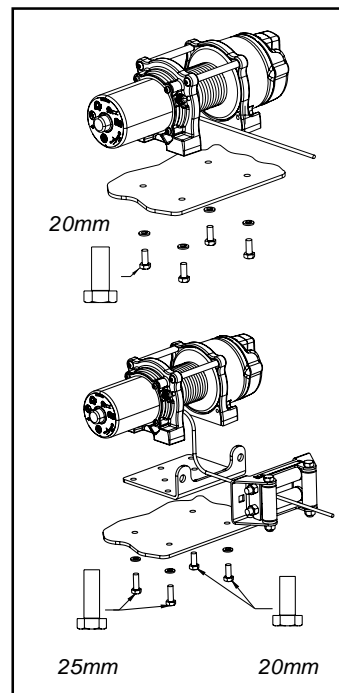

Figura 4: Orientación del cabrestante a la placa de montaje.
- Tornillos de cabeza hexagonal M8-1,25 X 20 mm, de calibre 8 cuando se use una placa de montaje para el cabrestante de una sola pieza. **Nota:** Si se va usar placas de montaje de cabrestante separadas y para la guía, use tornillos de cabeza hexagonal M8-1,25 X 25 mm de calibre 8 para el lateral del motor de la base, como muestra la Figura 4.